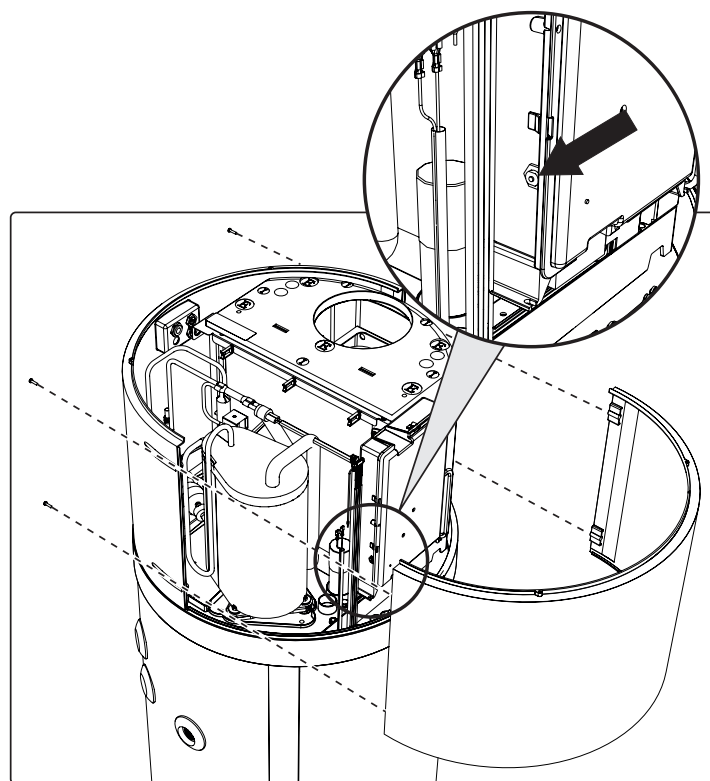

fig. 30 - Rimozione pannello frontale
- Rimuovere il pannello frontale e ripristinare manualmente il termostato di sicurezza intervenuto (fig. 30). In caso di inter-